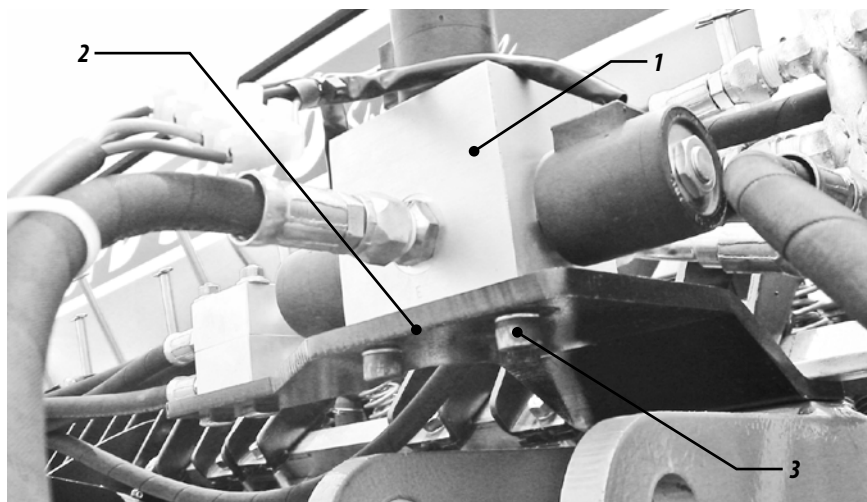

Figura 21
- 35** - Acople el pistón (1) en el soporte (2) a través de los pernos (3) y trancas (4)
- 36** - Después, coloque la barra de tranca (5), en el armazón lateral (6) y soporte trasero (7), trabando con los pernos (8) y trancas (9). FIGURA 21.